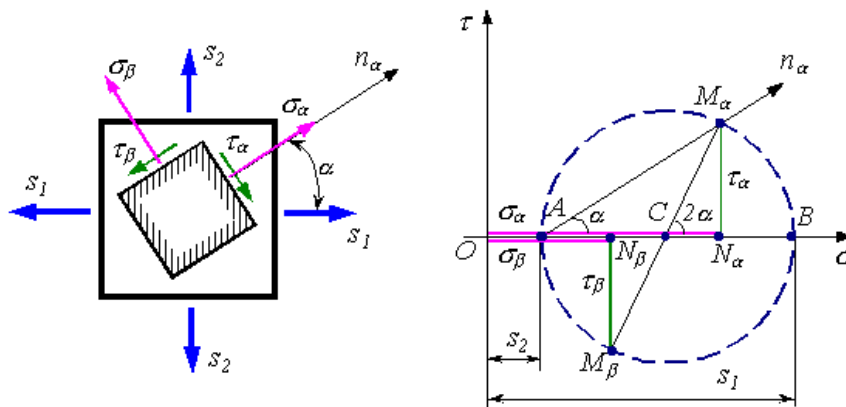

Рис. 4. Графический способ определения напряжений на наклонных площадках
Получите напряжение графическим способом путем построения круговой диаграммы напряженного состояния (круги **Мора**) для указанного случая плоского напряженного состояния. Пусть дан элемент (рис. 4), по боковым граням которого действуют известные главные напряжения s_1 и s_2 . Определите напряжения σ_{α} (σ_{11}), σ_{β} (σ_{22}), τ_{α} (σ_{12}), τ_{β} (σ_{21}), действующие на наклонных площадках α и β .
3. из крайней левой точки A окружности проведите луч, параллельный нормали n_{α} к площадке α (рис. 4).
<p>площадке α (рис. 4).</p>  <p>Рис. 4. Графический способ определения напряжений на наклонных площадках</p>